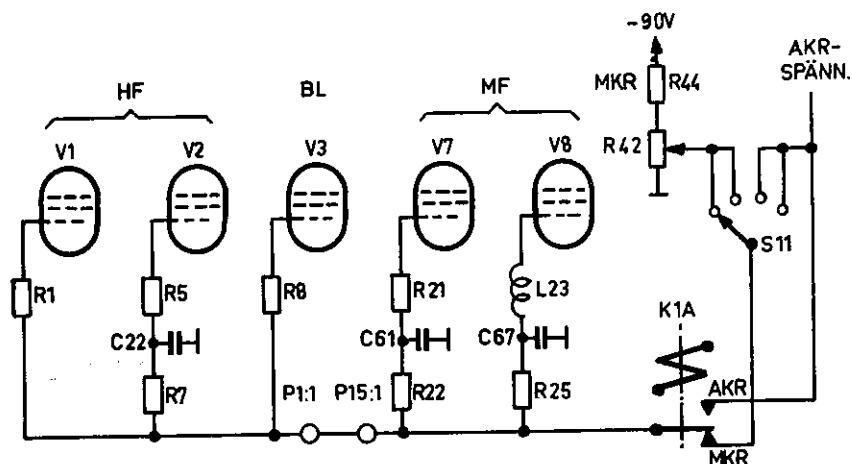

Bild 55. Mottagarens AKR- och MKR-system
Bild 55 visar AKR- och MKR-systemet. För att hindra överföring av signalspänning mellan de olika stegen ingår avkopplingsfilter i AKR-tilldelningarna, nämligen R7 och C22 till rör V2, R22 och C61 till V7 och R25 och C67 till V8.
- S11 kopplar negativ spänning genom R42 till styrgallren i mottagarens HF- och MF-rör i lägena A1 och A1 HÖGSEL (bild 55). I lägena A3 och A3 HÖGSEL kopplar den bort R42 och kopplar istället in AKR-spänningen till HF- och MF-rören.